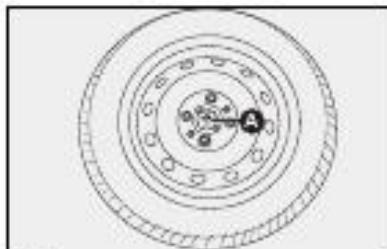

fig. 2
- Desatarrar o dispositivo de bloqueio A-fig. 2, tirar a roda sobressalente.